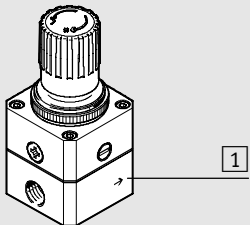

Рис. 1 / 图 1
- В качестве ориентира служит стрелка [1] на корпусе изделия (→ рис. 1);